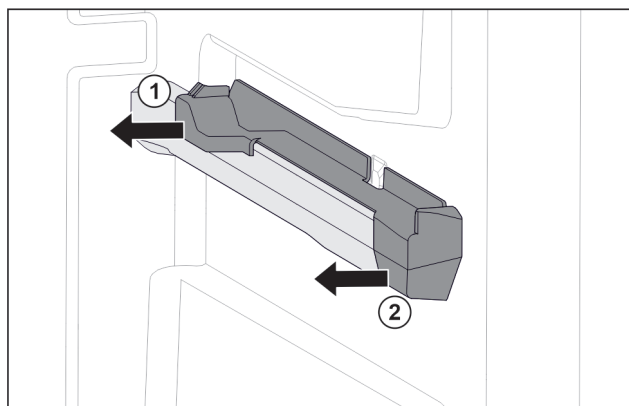

Fig. 146 Вставная часть на правом контейнерном ребре
- ▶ Отодвиньте вставную часть сзади в сторону. Fig. 146 (1)
- ▶ Отодвиньте вставную часть спереди в сторону. Fig. 146 (2)